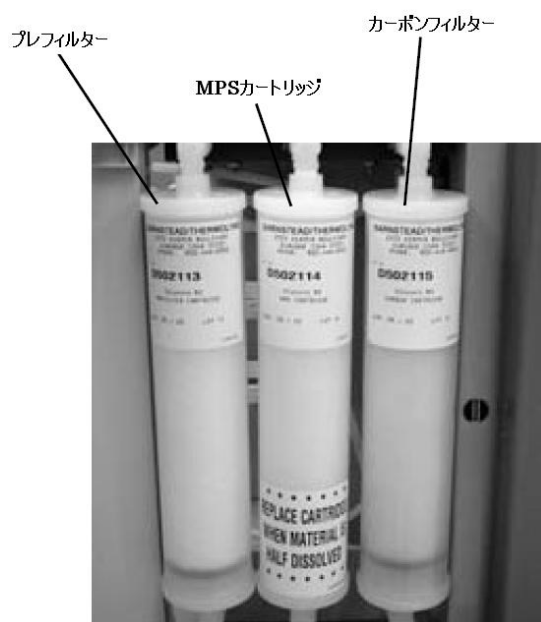

図21：カートリッジの取り付け順序
1. ワンタッチコネクタの上下サムボタンを押して、プレフィルター（図21参照）を取り外します。